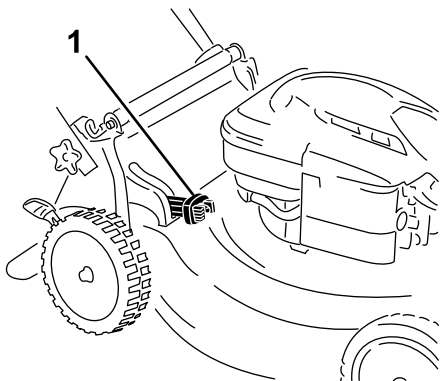

Figura 16
- **Pentru a colecta resturile de iarbă și de frunze**, apăsați butonul de pe maneta sac colectare la cerere și deplasați maneta în față până când se ridică butonul de pe manetă (Figura 16).